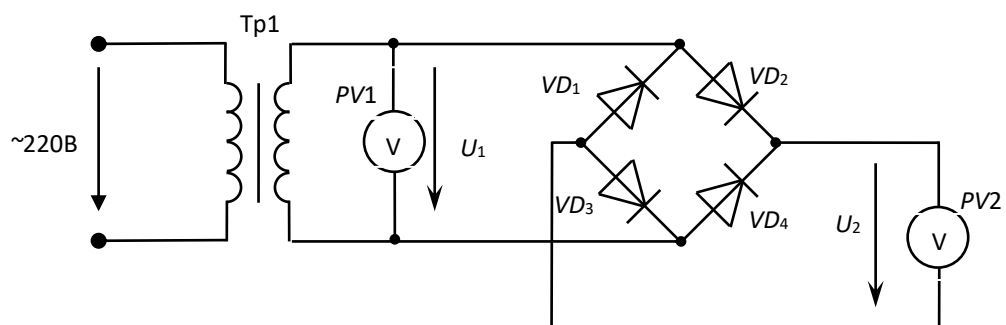

Рис. 2 Исследование однофазного выпрямителя в режиме холостого хода
1.1. Собрать схему на рис. 2. В качестве источника сигнала (Выход вторичной обмотки Тр.1) использовать выход $\sim 12\text{В}$ модуля «Источник питания». В качестве выпрямителя использовать диодный мост 1N4007 x 4 модуля «Диоды, резисторы, конденсаторы», в качестве фильтров – катушки и конденсаторы модуля «Реактивные элементы», в качестве нагрузки - один из резисторов модуля «Резисторы \ активная нагрузка». Для выполнения измерений использовать ампервольтметры модуля «Измерительные приборы», вольтметр PV1 в режиме «АС», вольтметр PV2 в режиме «DC». Представить цепь преподавателю для проверки.